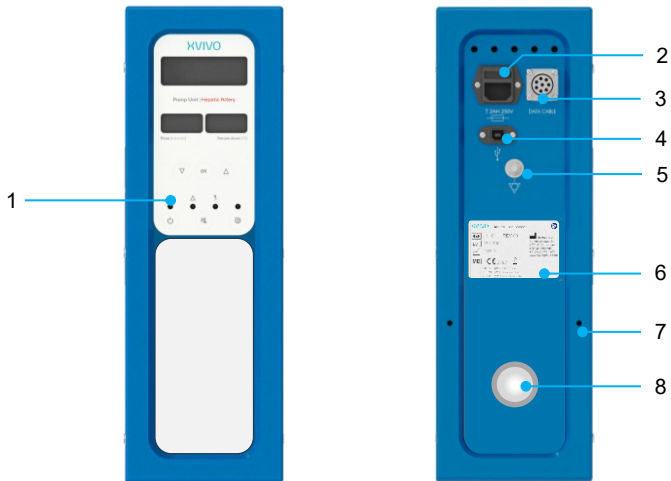
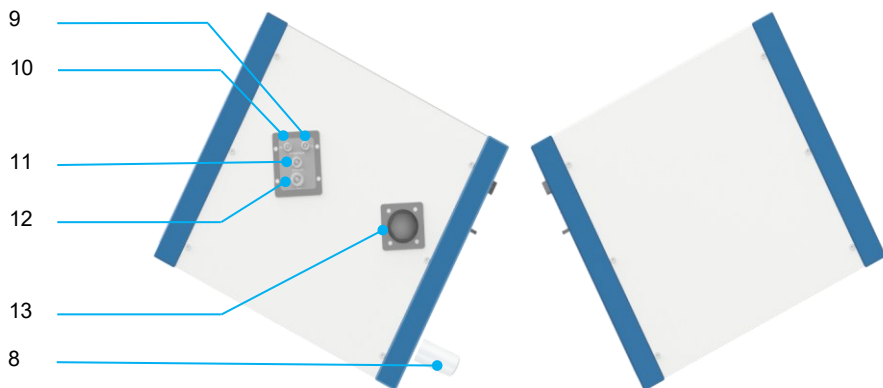

Figure 2 Vue avant et arrière des unités de pompe
Figure 3 Vue latérale droite et gauche des unités de pompe
Le Liver Assist contient deux unités de pompe distinctes (voir Figure 2 et Figure 3). Une unité de pompe pour la perfusion de la veine porte (VP) et l'autre pour la perfusion de l'artère hépatique (AH). La pompe de la veine porte (voir Figure 1, unité de droite) fonctionne en mode continu, avec une pression qui peut varier de 0 à 16 mmHg selon le réglage choisi. La pompe artérielle (Figure 1, unité de gauche) fonctionne en mode pulsatile à 60 BPM pour imiter le flux sanguin physiologique avec une pression qui peut varier de 0 à 90 mmHg selon les réglages choisis.